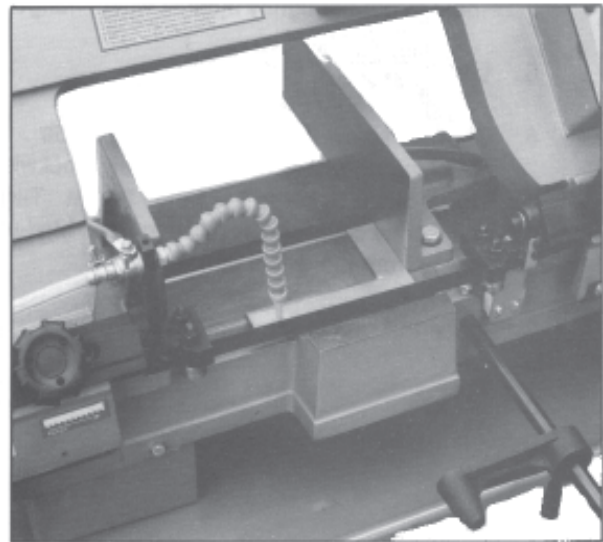

Fig. 12
2. Benützen Sie einen Winkel zur Kontrolle wie bei Fig. 12 beschrieben.